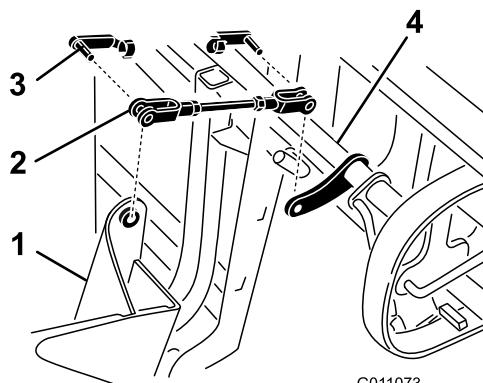

Figura 13
- 9. Installate le forcelle al gruppo insaccatrice e alla stegola e fissate con 2 molle per cavallotto (Figura 13).
- 10. Girate verso l'alto la tiranteria dell'impugnatura dell'insaccatrice verso il gruppo insaccatrice e fissatela con una molla per cavallotto (Figura 13). Allentate e ruotate la forcella se necessario per allineare al gruppo insaccatrice.